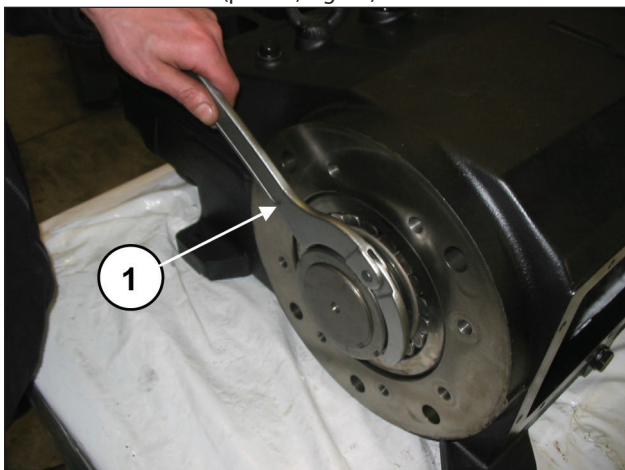
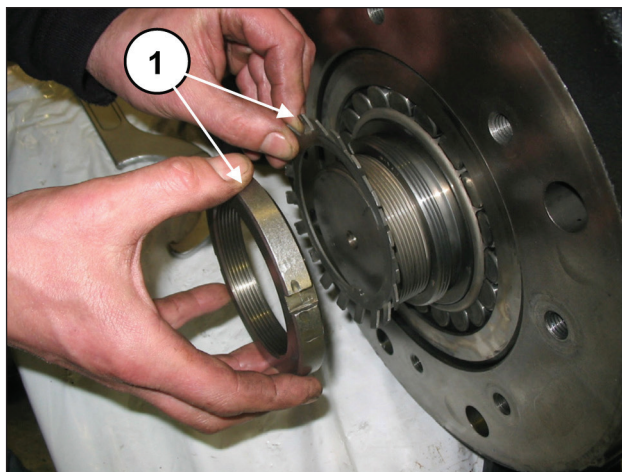

Fig. 18
Fig. 19
Utilizzando una opportuna chiave provvedere a svitare la ghiera di bloccaggio (pos. ①, Fig. 18) poi rimuovere la ghiera e la rosetta di sicurezza (pos. ①, Fig. 19).